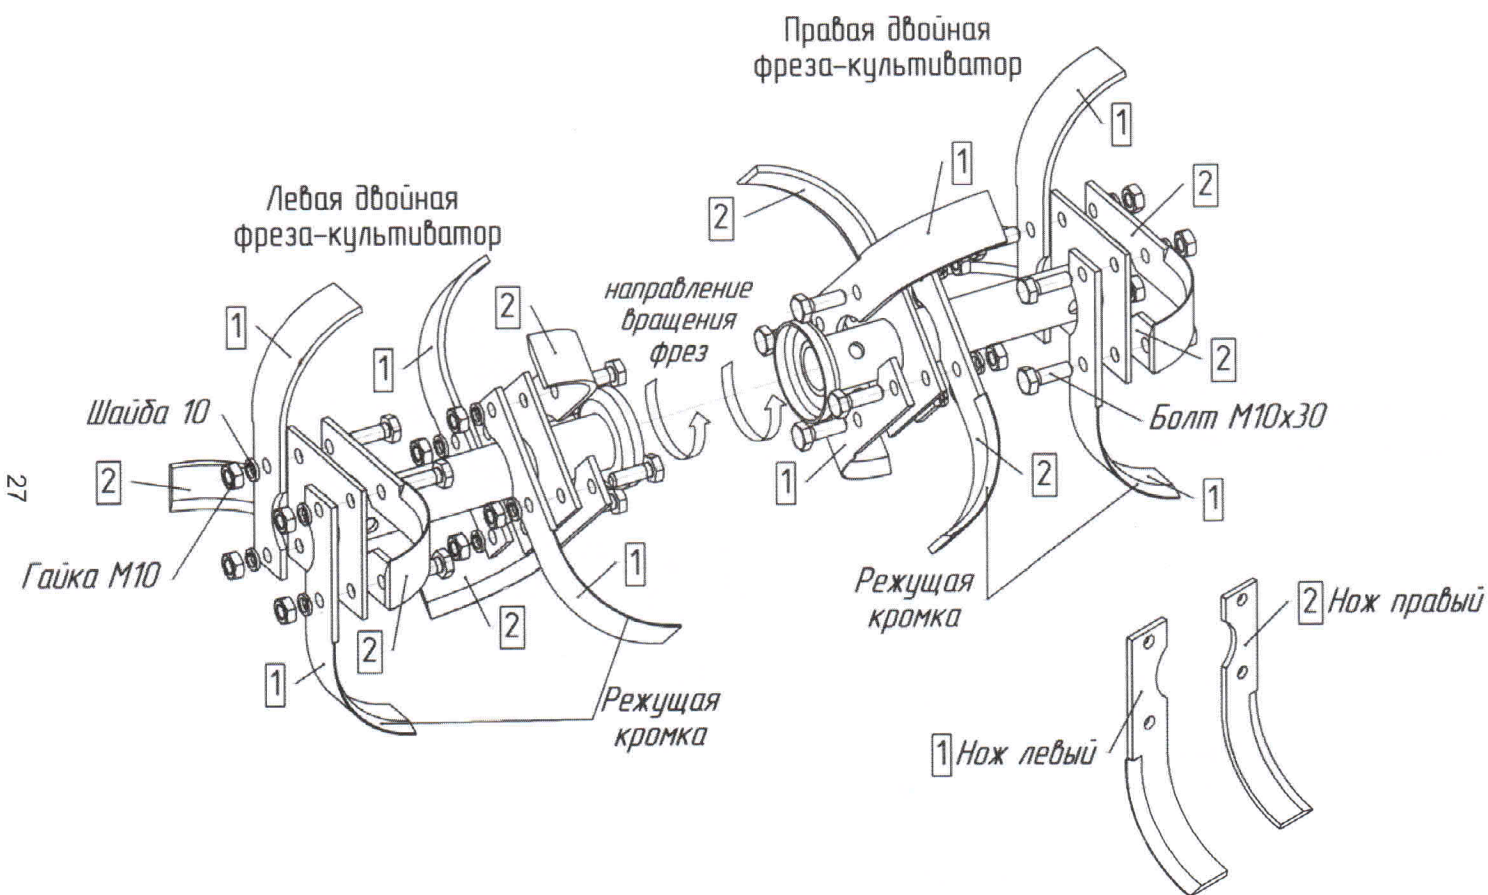

Рис.12. Схема сборки двойных фрез-культиваторов
**ВНИМАНИЕ! ОСТРЫЕ КРОМКИ НОЖЕЙ ДОЛЖНЫ БЫТЬ НАПРАВЛЕННЫ ПО НАПРАВЛЕНИЮ ДВИЖЕНИЯ МОТОБЛОКА (рис. 12; 13; 14).**